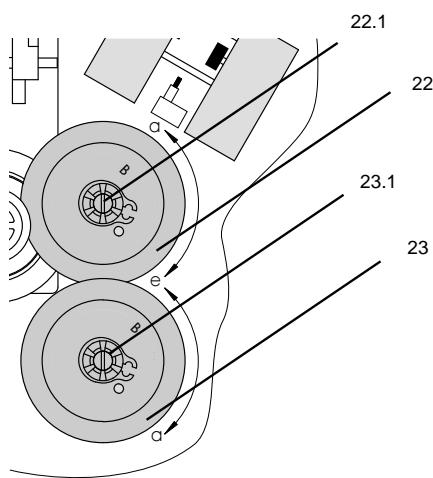

Fig. 25 : Pignons avec circlips
1. Dévisser les vis de fixation et pousser la platine de servomoteur (12) hors de son guide vers la droite.
3. Fixer le pignon transmetteur de course (2) au manchon de roulement (13) et les emboîter. Ce faisant, veiller à ce que l'arrêt s'engage dans la rainure du manchon du roulement.
4. Placer le pignon intermédiaire (1) sur l'axe 1 (11.1).
5. Placer l'anneau dentelé (3) en l'enfonçant jusqu'à la butée.
6. Placer le ressort de tension (4) sur l'axe 3 (11.3) de façon à ce que le côté long du ressort se trouve en contact avec les surfaces enveloppes du pignon intermédiaire (1) et le côté court entre l'axe 3 (11.3) et l'axe 4 (11.4).
7. Placer la rondelle de calage (10) sur l'axe 2 (11.2).
8. Placer l'anneau dentelé (6) en l'enfonçant jusqu'à la butée.
9. Fixer les pignons pourvus de circlips (22 et 23) des potentiomètres à leurs axes en fonction de la course nominale de la valve. La désignation « A » pour la course nominale de 30 mm ou « B » pour la course nominale de 15 mm doit être lisible d'en haut (cf. Fig. 25).
10. Pousser la platine de servomoteur (12) dans son guide. Vérifier que les pignons sont en prise.